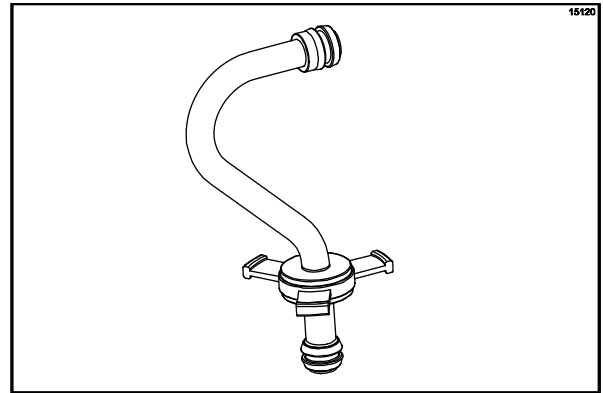

Figura 151
10. Monte o conjunto do tubo de alimentação. Deslize o anel de alívio até o canal do tubo de alimentação. (Veja a Figura 151.)